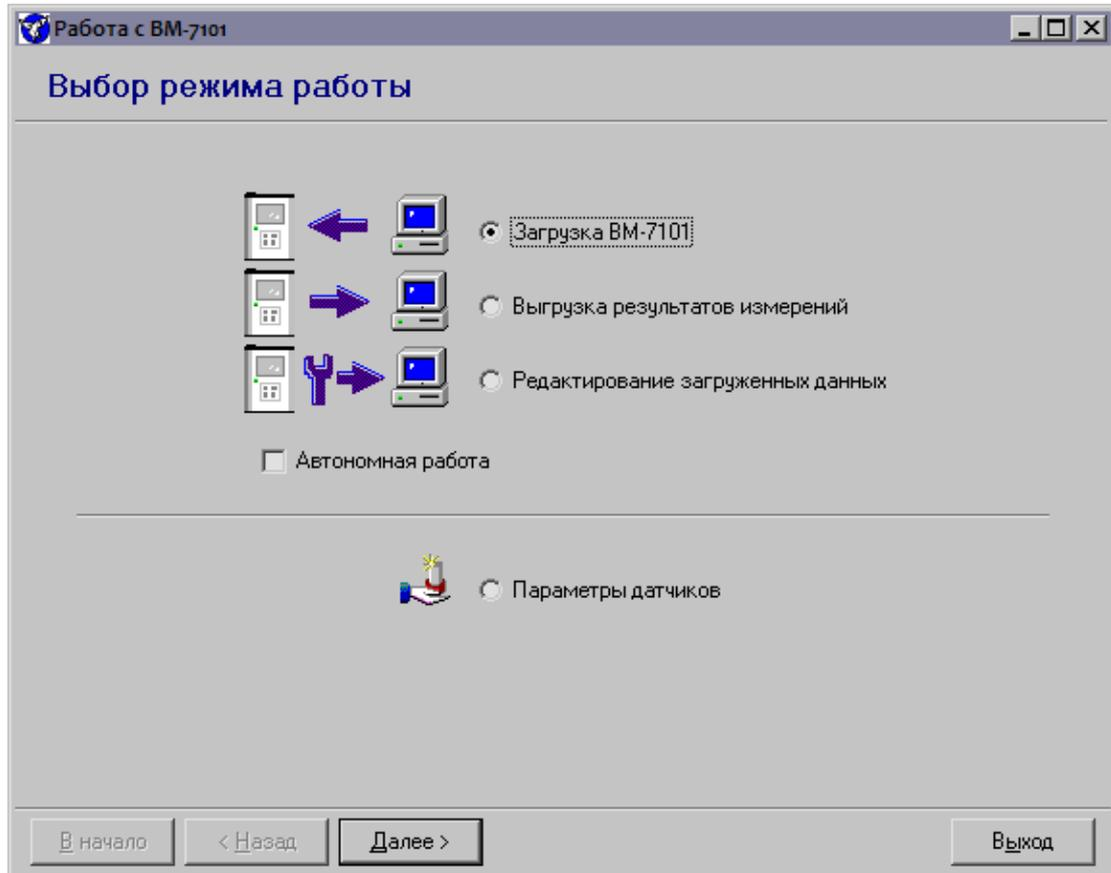

Рисунок 43 – Главное окно модуля работы с прибором
После запуска откроется главное окно модуля (рис.43).
Для загрузки маршрутов и методик диагностики в прибор необходимо выбрать строку **«Загрузка ВМ-7101»** в главном окне на рис.43 и перейти к следующему этапу работы, нажав кнопку **«Далее >»**.
5. Запустить модуль работы с прибором, в главном окне (рис.43) выбрать пункт «**Выгрузка результатов измерений**» и нажать кнопку «**Далее >**».
Во время работы с прибором может возникнуть ситуация, когда необходимо добавить или удалить несколько объектов измерения при сформированном и загруженном в прибор задании. В этом случае выбрать строку «Редактирование загруженных данных» в меню на рис.43 и нажать кнопку «Далее >>».